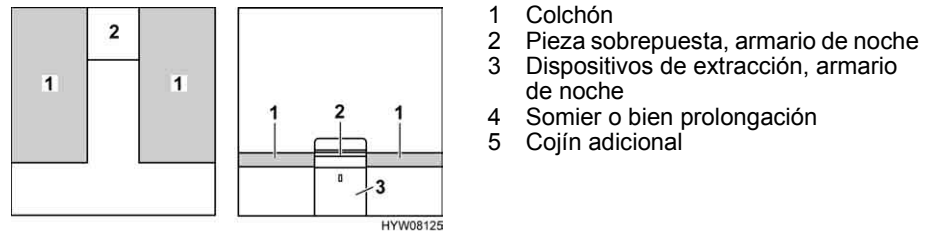

Fig. 115 Antes de la transformación
- Quitar la pieza sobrepuesta del armario de noche (Fig. 115,2) y depositarla a un lado.